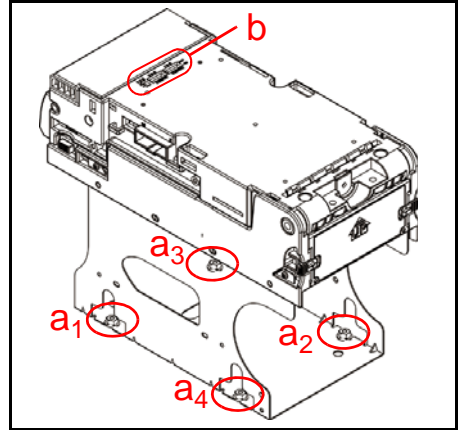

Figura 3 Ubicación de las tuercas M4 y del interruptor DIP
2. Asegure con pernos el fondo del chasis VEGA con cuatro (4) tuercas hexagonales M4 (consulte la Figura 3 a_1 , a_2 , a_3 y a_4).